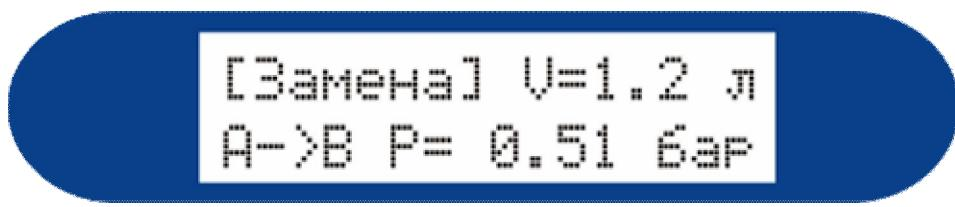
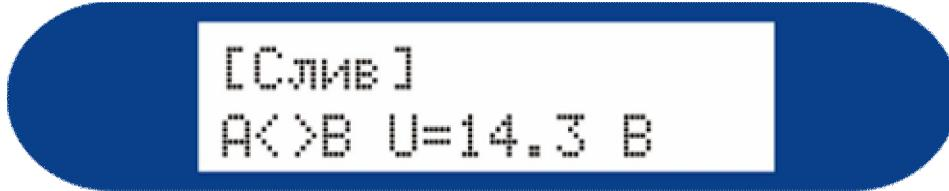

Рисунок 2
Рисунок 3
В правой части дисплея отображается объём замененного масла в литрах и значение давления в кольце (рис. 2). Объём замененного масла отображается при запуске режимов «ЗАМЕНА», «ЗАПРАВКА» и «ДОЛИВ» и фиксируется при завершении данного процесса. При каждом запуске режима величина объёма замененного масла начинается с нуля. Показания объёма масла является примерным и не может использоваться для метрологического и коммерческого учета. Во время работы режимов «ЗАМЕНА», «ЗАПРАВКА» и «ДОЛИВ» отображается значение давления, создаваемое насосом установки. В режиме «СЛИВ» в правой части дисплея (рис. 3) отображается значение напряжения на аккумуляторной батарее обслуживаемого автомобиля.
- 3 Нажмая кнопку установите в верхнем левом углу дисплея надпись [СЛИВ] (рис. 3). Затем нажмите кнопку <START>. Включится режим удаления жидкости из АКПП.